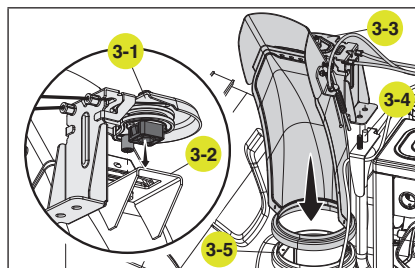

Figure 3
3. Retirez le pivot de la goulotte (3-1) du film à bulles et fixez-le sur le support de la goulotte (3-2). Alignez le connecteur rond et carré situé sous l'assemblage du pivot de la goulotte sur le support. Le connecteur carré s'enclenche. Placez ensuite la goulotte entière (3-3) sur les deux chevilles (3-4) en alignant la goulotte avec la base (3-5). La goulotte repose simplement sur la base sur laquelle elle peut pivoter (fig. 3).